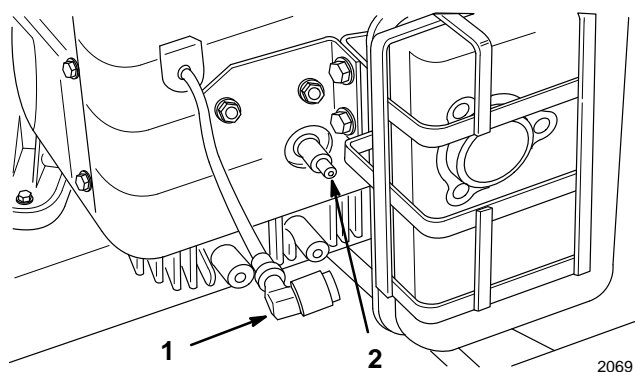

Figure 22
2. Débrancher le(s) fil(s) de la/des bougies (Fig. 22). Nettoyer tout autour des bougies pour éviter que des saletés ne tombent dans le moteur et ne l'endommagent.
3. Reconnecter les fils des bougies (Fig. 22).